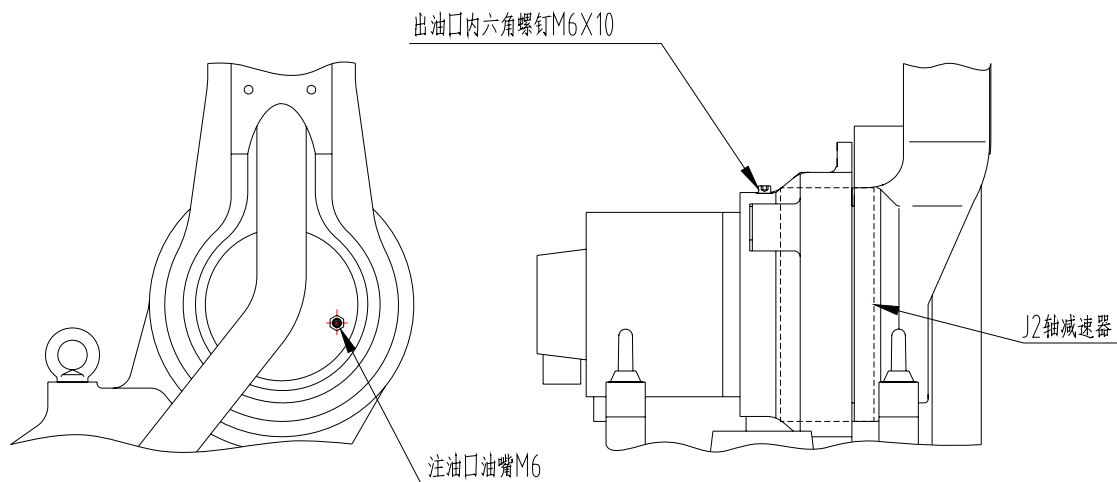

图 12 J2 轴减速机局部结构
## (1) 油脂补充步骤（参考 图 12 J2 轴减速机局部结构）
- ④ 安装注油口堵塞；
- ⑤ 安装出油口堵塞前，运动 J2 轴几分钟，使多余的油脂从出油口排出；
- ⑥ 用布擦净从出油口排出的多余的油脂，安装出油口堵塞。
## (2) 油脂更换步骤（参考 图 12 J2 轴减速机局部结构）